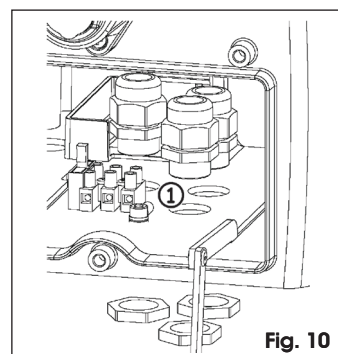

Fig. 10
3. Monter les trois serre-câbles fournis dans les trous respectifs présents sous le corps du moteur Fig. 10 réf. ①, en respectant l'orientation illustrée dans la Fig. 10.